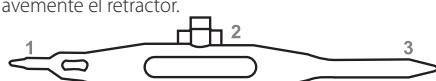
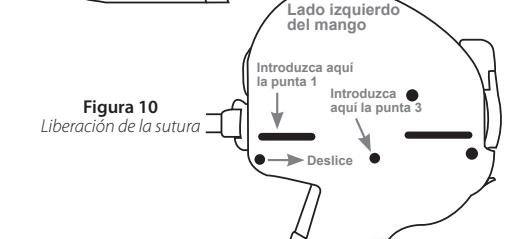

Figura 8
Figura 10
5.1.1 Si la aguja no se retrae, introduzca la punta 2 de la herramienta de liberación del mango (**figura 8**) en el orificio del lado derecho de la cubierta (**figura 9**). La punta 3 debe estar dirigida hacia el retractor. Mientras está insertada, gire la herramienta de liberación del mango en sentido horario con una ligera presión de los dedos, aproximadamente 5-10 grados, y manténgala así mientras aprieta suavemente el retractor.
5.2.1 Si desea cortar la sutura monofilamento sin aplicar la pieza terminal uretral, introduzca la punta 3 de la herramienta de liberación del mango (**figura 8**) en el orificio del lado izquierdo de la cubierta (**figura 10**).
5.2.2 Si la sutura no se ha cortado por completo en el paso 5.2.1, introduzca la punta 1 de la herramienta de liberación del mango (**figura 8**) en la ranura del lado delantero izquierdo de la cubierta y deslice la herramienta de adelante a atrás (**figura 10**).